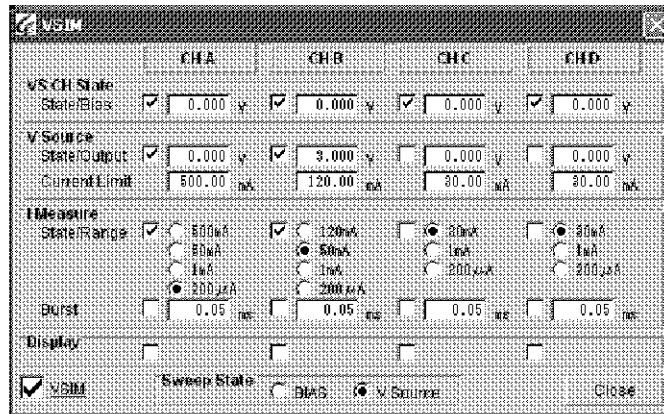

図 11-2 DCS 送信設定
2. 表 11-3 に従い、図 11-2 のようにチャンネル A、チャンネル B を設定します。